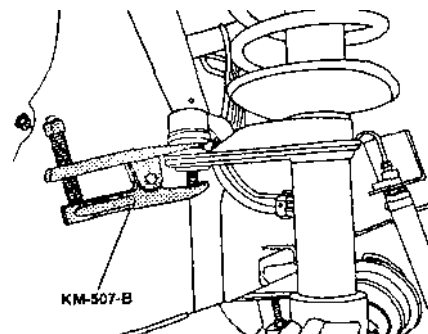

Рис. 5.8.
- аналогично предыдущему пункту поступить при снятии рулевой тяги, предварительно открутив гайку ее крепления к поворотному рычагу амортизаторной стойки (рис. 5.8);